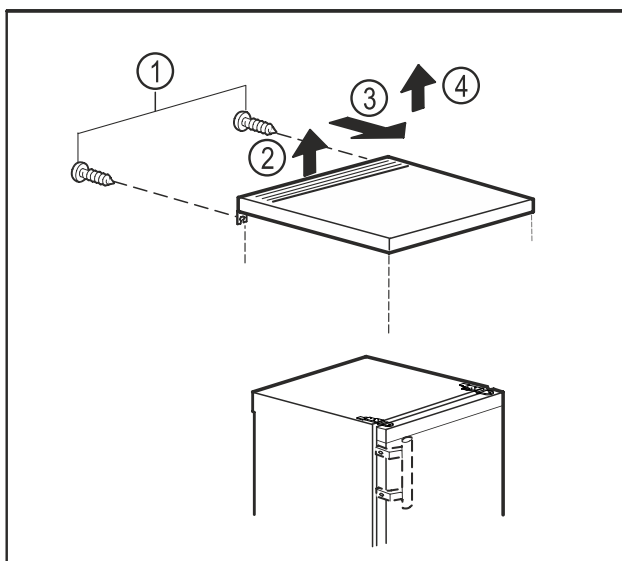

Fig. 6
- ▶ Odstraňte šrouby na zadní straně. Fig. 6 (1)
- ▶ Zvedněte stolovou desku vzadu. Fig. 6 (2)
- ▶ Stolovou desku posuňte dopředu. Fig. 6 (3)
- ▶ Stolovou desku zvedněte nahoru. Fig. 6 (4)